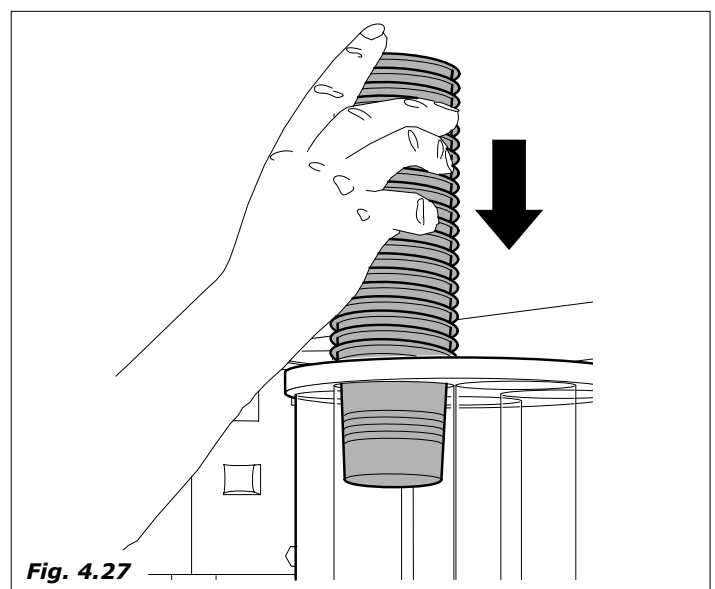

Fig. 4.27
- Verificar que la columna de vasos no esté alineada con el agujero de distribución. Cargar entonces todas las columnas procediendo hacia la izquierda; viceversa (cuando la columna está colocada en correspondencia del agujero de distribución), hay que cerrar la puerta y alimentar la máquina de modo tal que la columna de vasos gire y se conduzca automáticamente hasta una posición no alineada con el agujero y proceder entonces al cargamento (Fig.4.27).